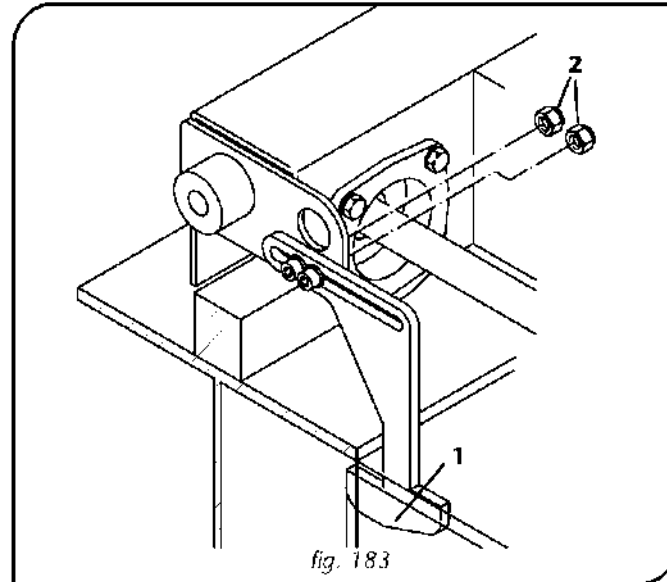

fig. 183
- Usunąć urządzenia zapobiegające wykołaceniu -1- poprzez odkręcenie odpowiednich śrub -2- (rys. 183)